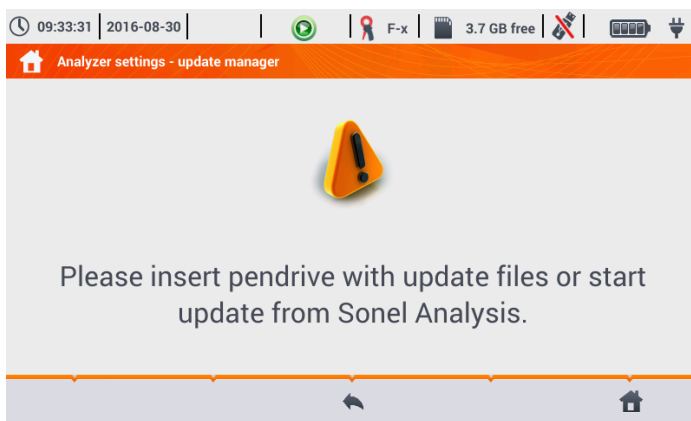

Fig. 20. Ajustes del analizador - administrador de actualizaciones.
- **ACTUALIZACIONES** – aparecerá la ventana como se muestra en la Fig. 20. En este modo, al analizador se puede conectar la memoria externa tipo pendrive con el archivo de la nueva versión de firmware. Si se detecta este archivo, después de aceptar la actualización de software, el medidor realiza el proceso de actualización automática. Hay que seguir las instrucciones que aparecen en la pantalla. La segunda posibilidad de actualización es utilizar el software *Sonel Analysis*.